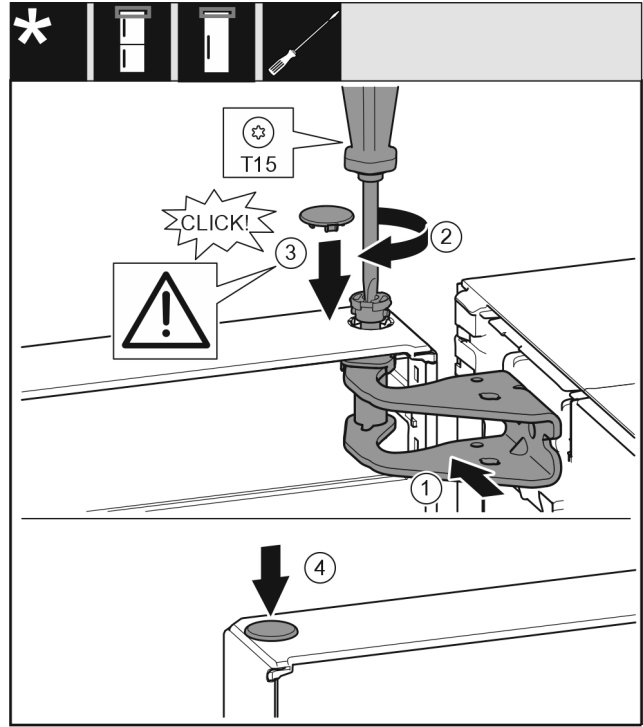

Fig. 19
- ▶ Kohdista ovi ylhäältä laakeripukin aukkoon. Fig. 19 (1)
- ▶ Aseta pultti paikalleen ja kiristä se T15-ruuvimeisselillä. Fig. 19 (2)
- ▶ Suojakannen kiinnittäminen oven suojaiksi: Aseta suojakansi paikalleen ja varmista, että se on tiukasti ovea vasten. Muussa tapauksessa pultti on työnnettävä kokonaan sisään. Fig. 19 (3)
- ▶ Kiinnitä nasta. Fig. 19 (4)